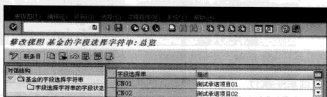

图 5-171 “修改视图基金的字段选择字符串：总览”界面
STEP 1 在命令栏输入 SPRO 命令，通过菜单选择“行政机构管理→资金管理部门→主数据→编辑字段选择→编辑字段选择串→为基金编辑选定字段行”选项，弹出“修改视图基金的字段选择字符串：总览”界面，如图 5-171 所示。